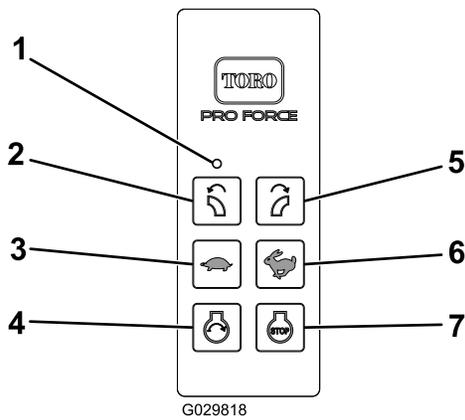

Bild 13
4. Der Motorstart wird nur aktiviert, wenn Sie die Starttaste drücken und der Motor im Startmodus ist. Der Motor kann nur gestartet werden, wenn die folgenden den Motorstart aktivierenden Schritte ausgeführt wurden (Bild 13):